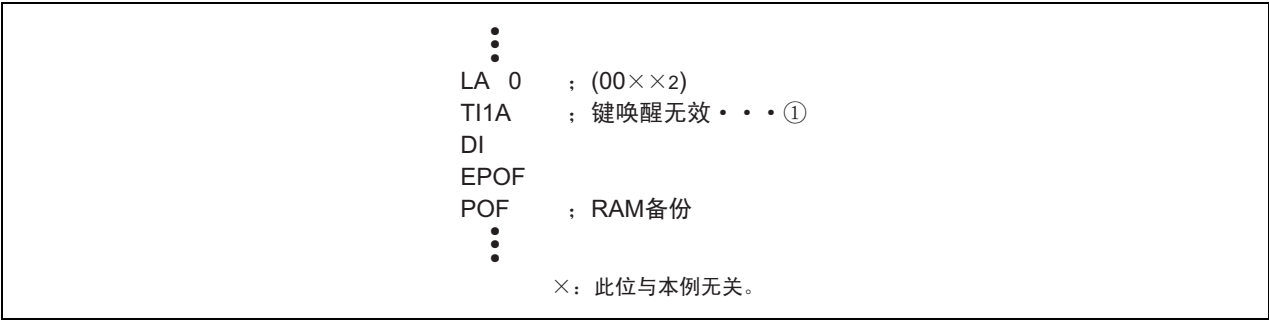

图 XB-2 外部 0 的中断程序例 2
- 在禁止INT引脚输入时（寄存器I13=“0”），必须在转移到RAM备份模式前将INT引脚的键唤醒设定为无效（寄存器I10=“0”）（图XB-2①）。